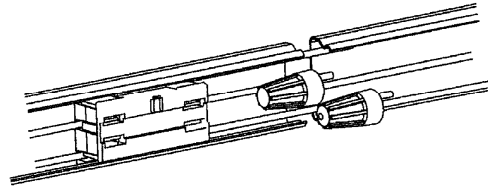

Fig. 12
11. Cerrar las tapas de la canaleta D (Fig 1) sobre las bases de la canaleta. Las PLUGTRAK^{MR} metálicas se entregan con los tomacorrientes fijados a las tapas de la canaleta. Para instalarlos, calzar el borde inferior de la tapa en la base (Fig 12). A partir de un extremo, calzar la tapa de la canaleta en la base haciendo presión con la mano o con una herramienta que no dañe la canaleta.